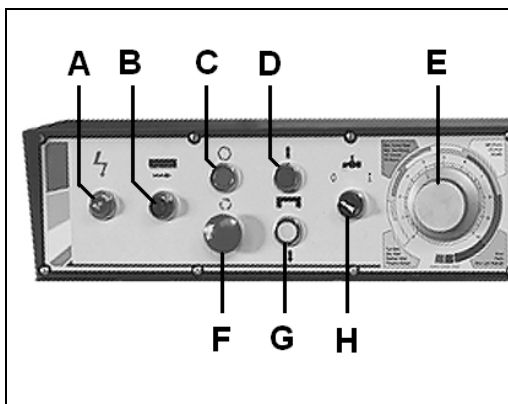

Рис. 6
Станок включается нажатием на зеленую кнопку включения (B, Рис. 6). Чтобы выключить станок, нажмите на красную кнопку выключения (C).
Подъем и опускание консоли регулируется с помощью регулировочных ручек (D, G, Рис. 6).